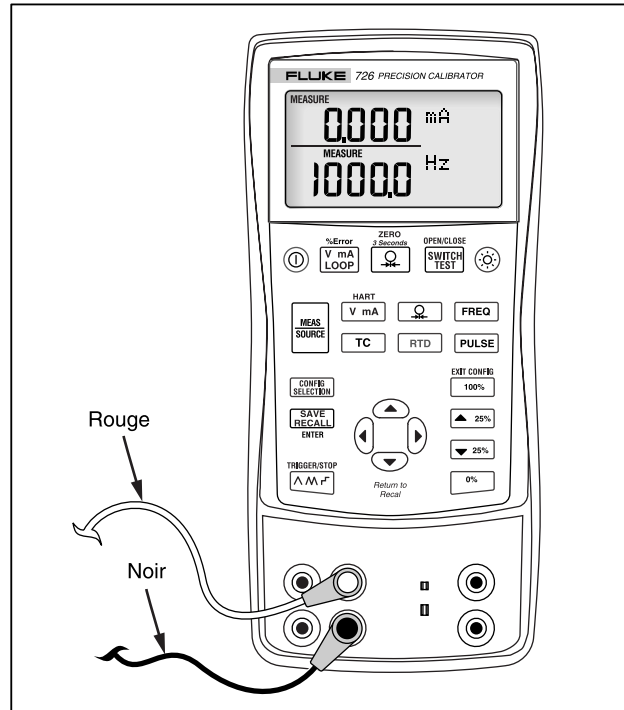

Figure 9. Mesure de paramètres électriques
1. Branchez le calibrateur suivant la figure 9.